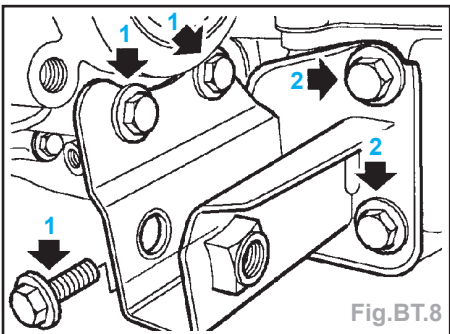

Fig.BT.8
- Enlever les 3 boulons (flèches 1) maintenant la ferrure de soutien du réducteur IRD sur le carter d'huile (Fig.BT.8).